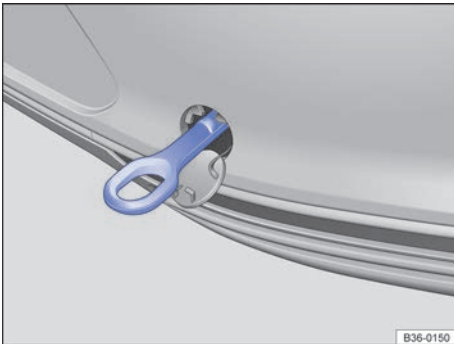

Fig. 320 En el lado derecho del paragolpes trasero: argolla de remolque enroscada.
- Enrosque la argolla de remolque en el alojamiento girándola al máximo **en el sentido contrario al de las agujas del reloj** → fig. 320 → Ⓞ. Utilice un objeto adecuado con el que pueda enroscar completa y firmemente la argolla de remolque en su alojamiento.